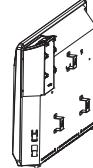

Рис. 4
- достать лист инструкции по установке (A) из коробки и приложить к стене, на место, куда будет установлен прибор. (рис. 4);